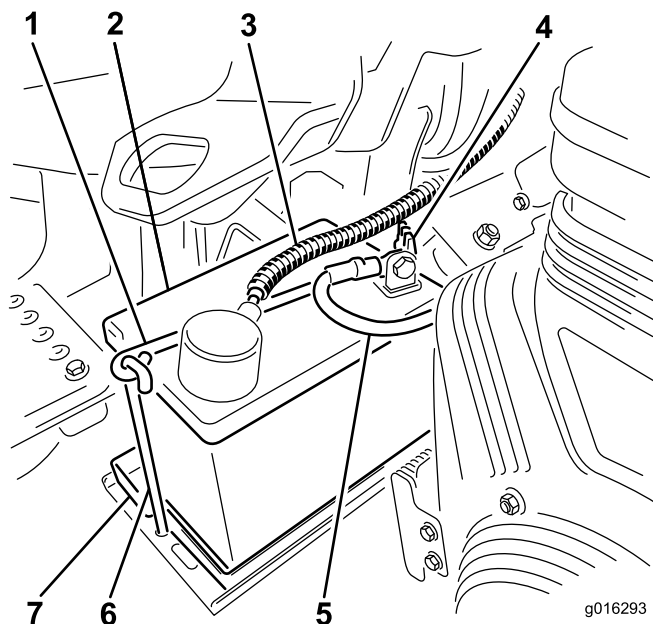

Figura 8
- Posizionate la batteria nel portabatterie e fissatela con il morsetto e gli elementi di fissaggio precedentemente rimossi (Figura 8).
- Collegate il cavo positivo (rosso) al morsetto positivo (+) e il cavo negativo (nero) al morsetto negativo (-) della batteria, e fissateli con i bulloni e i dadi (Figura 8). Fate scorrere la guaina di gomma sul morsetto positivo per evitare un cortocircuito.